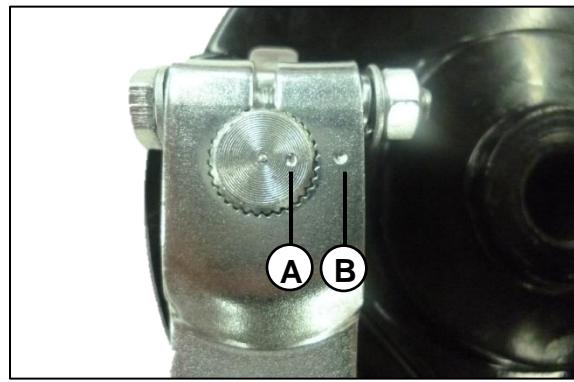

Fig. 32
Coincidir el punto del eje abre-bandas (A) con el punto de la leva (B). **Fig. 32**